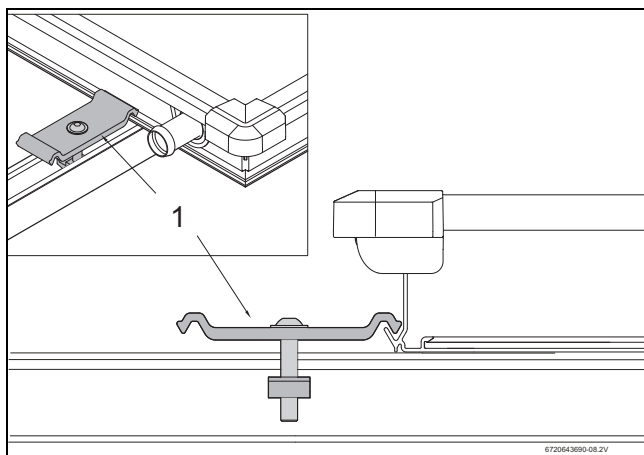

Fig. 66 Sujeción de captador doble
- Colocar el fijador de captador doble con la tuerca encajada en la abertura del perfil y del conector de encaje, de modo que el soporte distanciador en plástico (Fig. 66, [1]) envuelva el perfil.
- Posicionar el fijador de captador doble conforme Fig. 66.